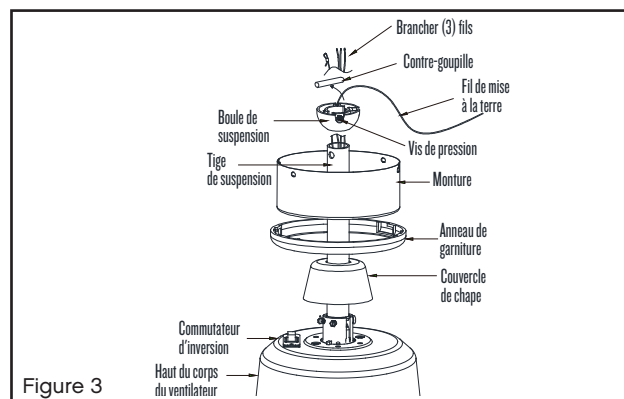

Figure 3
- 1 Faites glisser le couvercle de chape, l'anneau de garniture et la monture sur la tige de suspension. (Fig. 3)
- 1 Retirez la plaque murale existante et l'ancien interrupteur de la boîte de sortie murale. (Fig. 3)
- 2 Glissez le commutateur d'inversion (situé au-dessus du boîtier du moteur, Figure 3 à la page 7) en position inverse, puis remettez le ventilateur en marche. Les pales du ventilateur tourneront dans le sens inverse et la direction du flux d'air sera inversée.